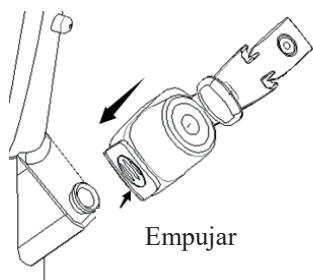

Figura 2
1. Fije el dispositivo de bloqueo del hilo guía a la entrada del canal del endoscopio. En el momento de la instalación, presione el bloque de fijación deslizante del dispositivo de bloqueo del hilo guía y, a continuación, alinee la entrada del canal del endoscopio, presione el dispositivo de bloqueo del hilo guía hacia la parte inferior y, a continuación, suelte el bloque de fijación deslizante. Por último, asegúrese de que el dispositivo de bloqueo del hilo guía esté firmemente fijado en la entrada del canal del endoscopio (consulte la figura 2).